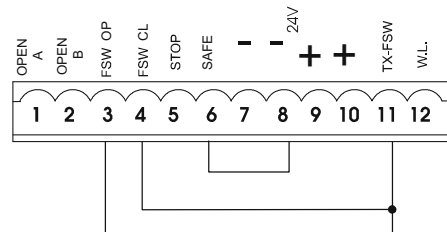

Fig. 26
N.B. Si on n'utilise aucun dispositif de sécurité, ponter les bornes d'après la fig. 26.
Nota bene: Si on ne connecte aucun dispositif de sécurité en ouverture, pointer les entrées FSW OP et -TX FSW (fig. 26).
Nota bene: Si on ne connecte aucun dispositif de sécurité en fermeture, pointer les bornes FSW CL et -TX FSW (fig. 26).
Nota bene: Si les dispositifs de sécurité bord ne sont pas connectés, pointer les entrées SAFE et - (fig. 26).